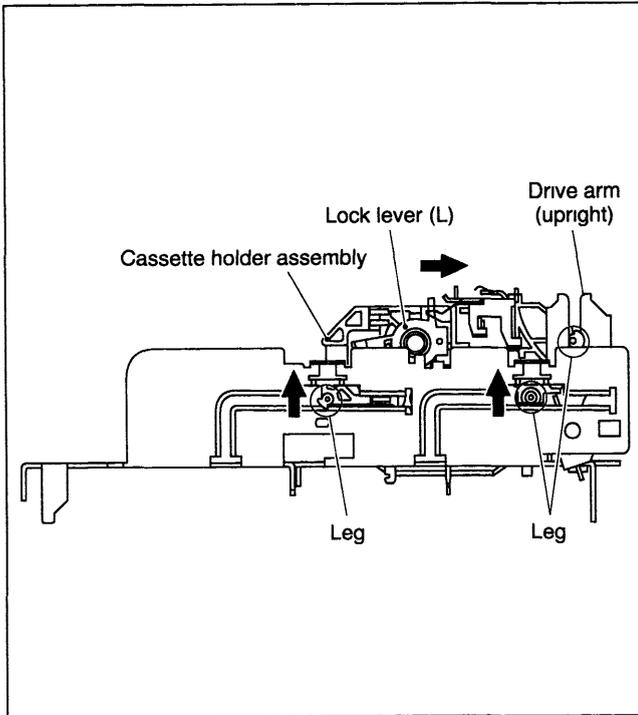

Fig 2-2-4
- (4) Enquanto empurrando as alavancas (R) e (L) do mecanismo na direção frontal, deslize o conjunto compartimento cassete até que os pinos encontrem o ponto onde o trilho guia (guide rail) e a tampa do trilho (rail cap) foram removidas (de modo que o braço de comando esteja para cima) (Veja Fig 2-2-4)